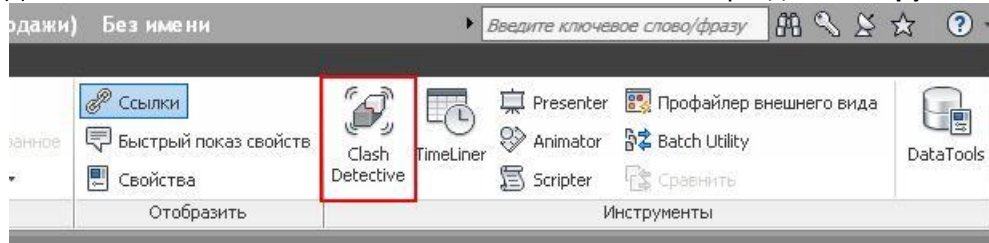

Рис. 132
6. Для поиска коллизий нажмите **Clash Detective** на ленте в разделе **Инструменты** (Рис. 132).